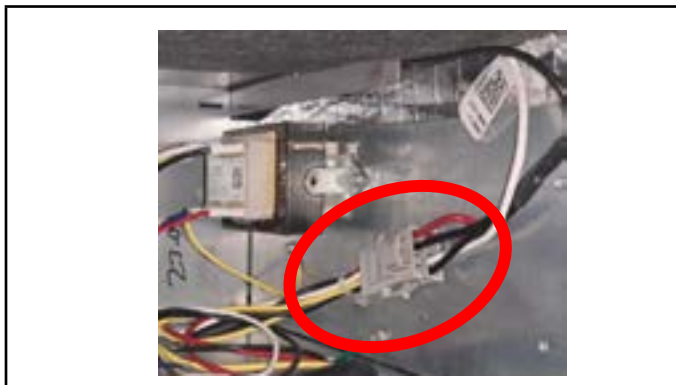

FIGURA 27. Conversión de la unidad de 230 VCA a 115 VCA
- 3 - Enchufe el arnés de cableado eléctrico de 115 V al conector macho gris (que se encuentra en la bolsa) con los cables flexibles blancos y negros. Consulte la FIGURA 27.